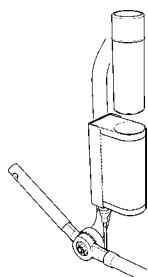

Fig. 11
1. Retirez la batterie de l'arceau (voir fig. 11). La batterie est retenue par une force magnétique. Tirer simplement la batterie en dehors du boîtier de commande de l'arceau.